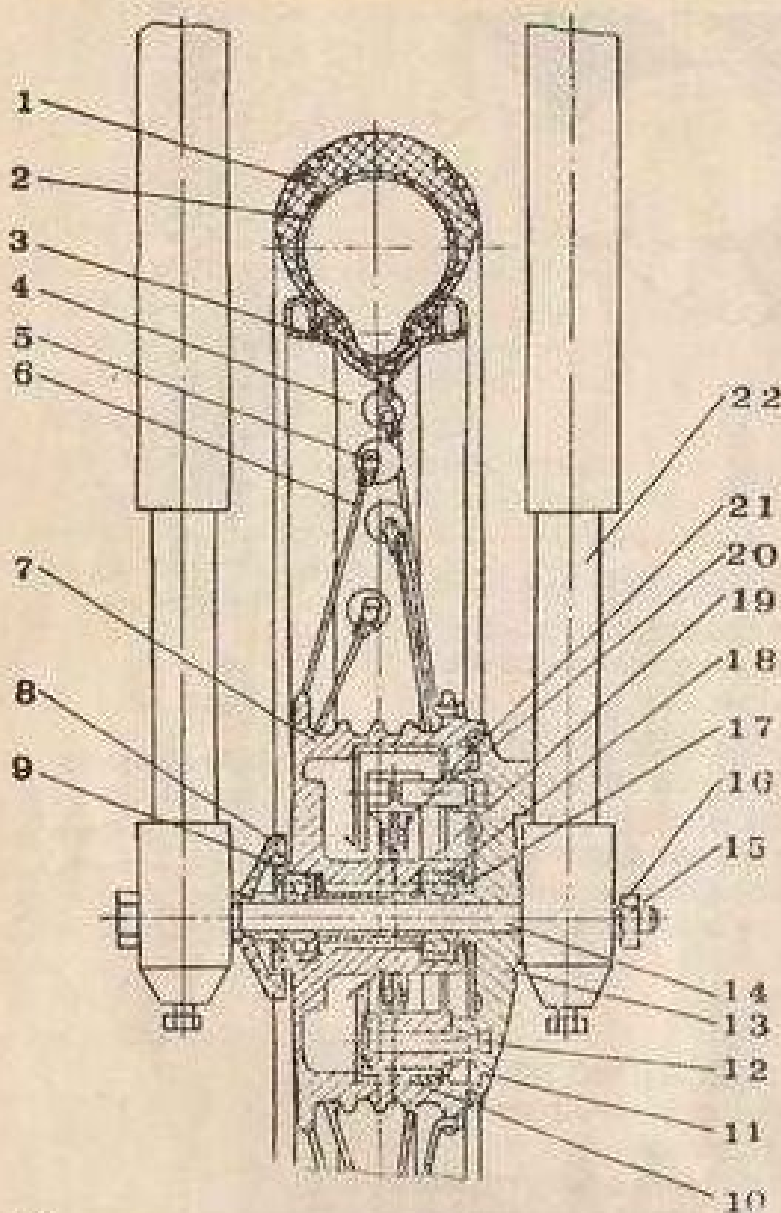

Рис. 19. Колесо переднее:
### **СНЯТИЕ ПЕРЕДНЕГО КОЛЕСА (РИС. 19)**
- выбейте легкими ударами ось 14 (рис. 19).